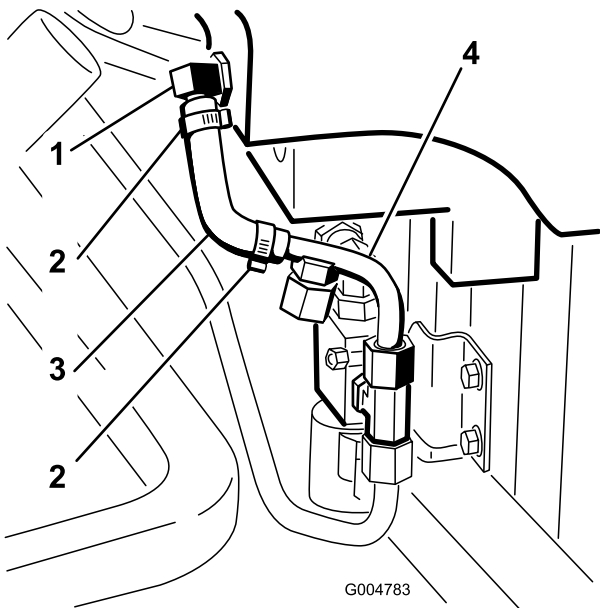

図 31
10. 小さい油圧ホースの長いほうの足を、油圧タンクについている90度エルボに接続する（図 31）。
11. 小さい油圧ホースの短いほうの足を、油圧ライン #4についているバンプに接続する（図 31）。